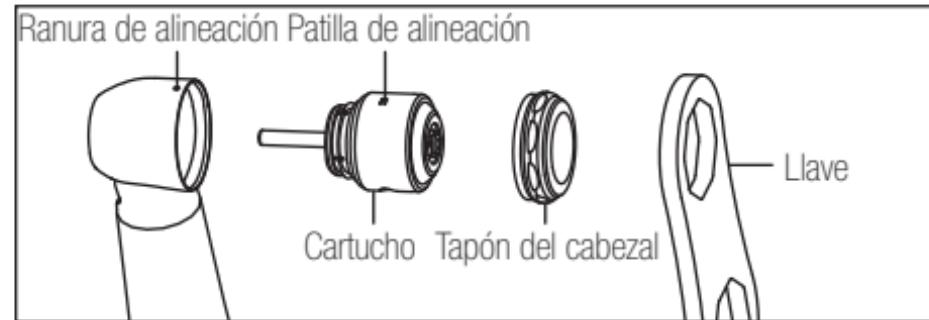

Fig. 9 45
- 5) Alinee la patilla de alineación e inserte el cartucho.(Fig. 9)
- 6) Gire la llave en el sentido de las agujas del reloj y monté el tapón del cabezal. (Fig. 9)